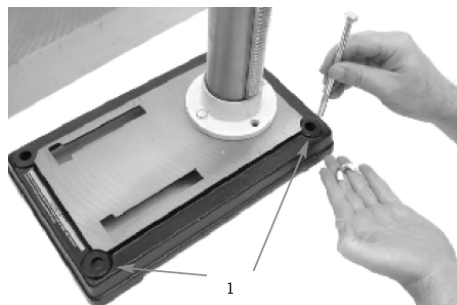

Рис. 11. Закрепление сверлильного станка на столе или подставке
Монтажная поверхность должна быть плоской и ровной. При необходимости следует использовать подкладки или опоры. Во избежание опрокидывания и для снижения вибрации необходимо прикрутить станок к полу или столу болтами в предусмотренных для этого монтажных отверстиях (1) (рис. 11). Затянуть все гайки и болты, которые могли ослабнуть во время транспортировки.